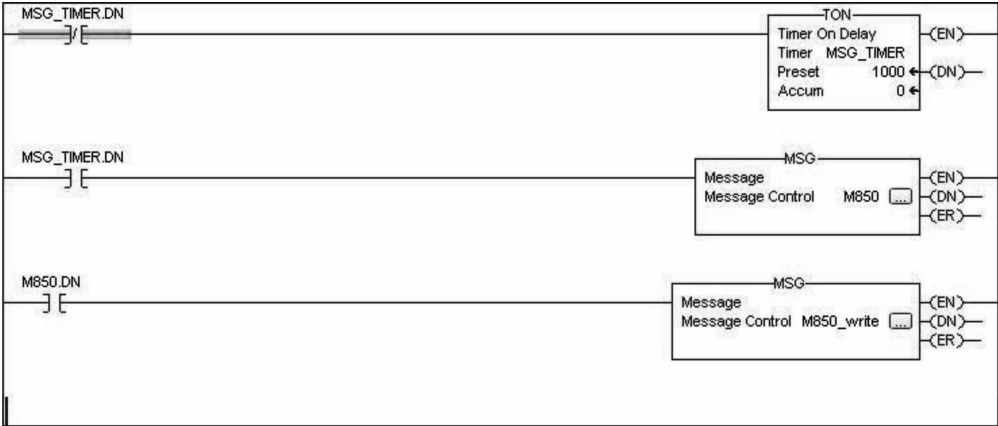

图 9-13 在 Studio5000 中建立标签
1) 打开 Studio5000 软件，分别创建名为 M850 和 M850 _ write 的 MSG 指令标签，如图 9-13 所示。